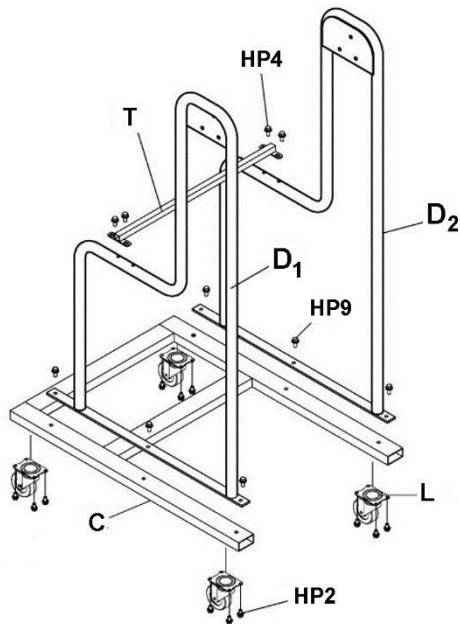

Рис. 3
1. Прикрутите 4 ролика (L) к основанию (C) при помощи винтов HP2. См. Рис. 3.
2. Прикрутите к основанию (C) левую и правую стойки (D1, D2) с помощью винтов с шестигранной головкой и фланцем (HP9).
3. Прикрепите опору (T) к стойкам с помощью винтов с шестигранной головкой и фланцем (HP5).